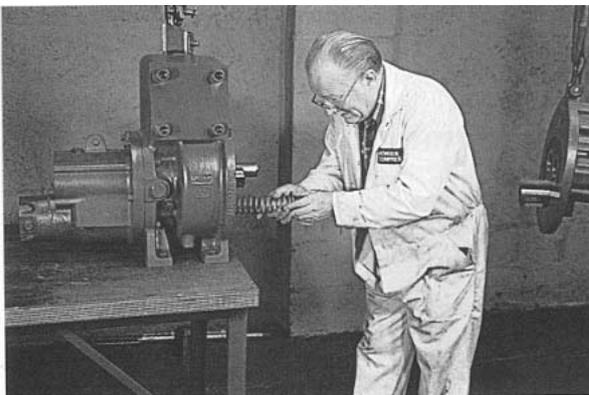

Рис. 118
12. Во время заключительной сборки пружина устанавливается с упором привода. (Рис. 118)